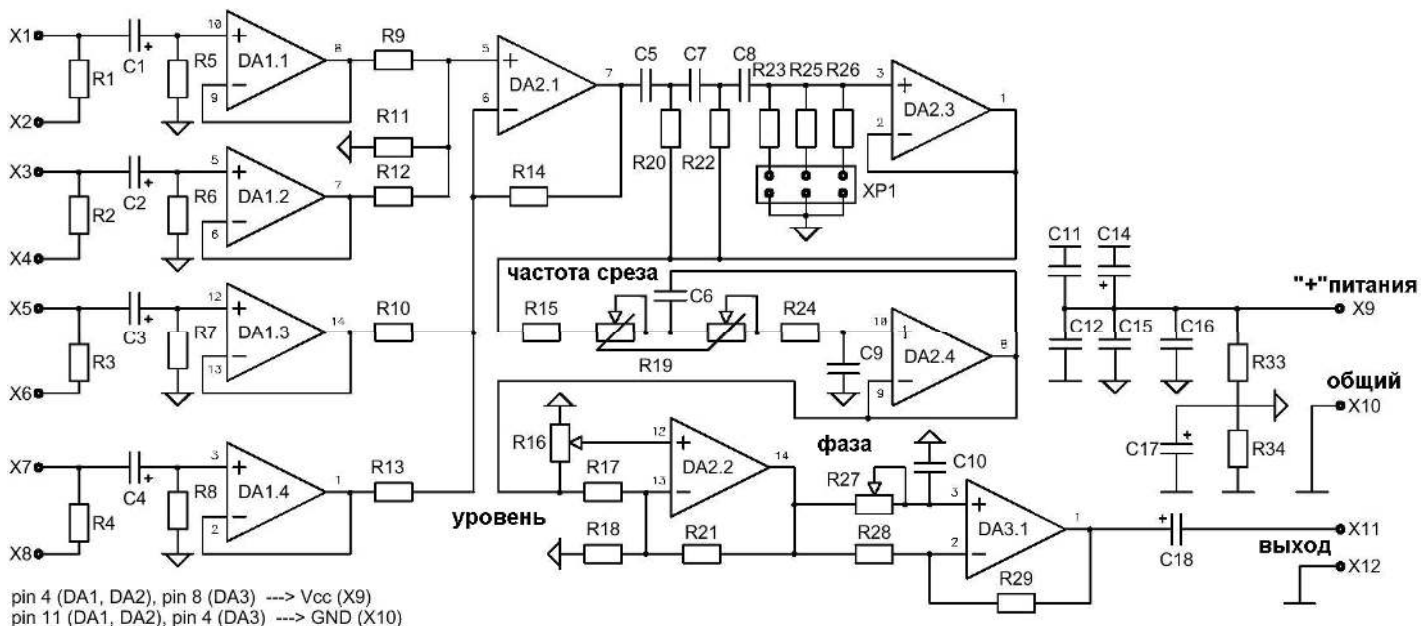

Рис.2 Схема электрическая принципиальная
**Внимание!** Конденсаторы C1...C4 и C18 – электролитические и устанавливаются, согласно схеме электрической принципиальной (рис.2), «->» к источнику сигнала на входе и к нагрузке на выходе.